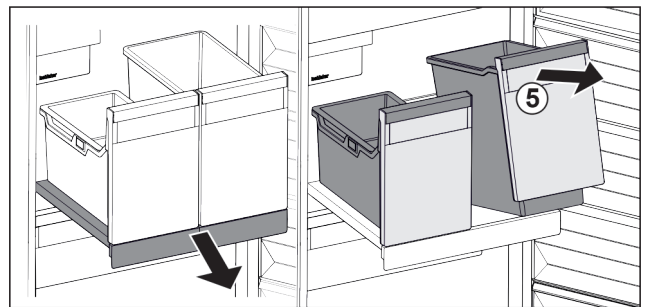

Fig. 29
- ▶ Soulever les bacs Fig. 29 (5) par l'avant.